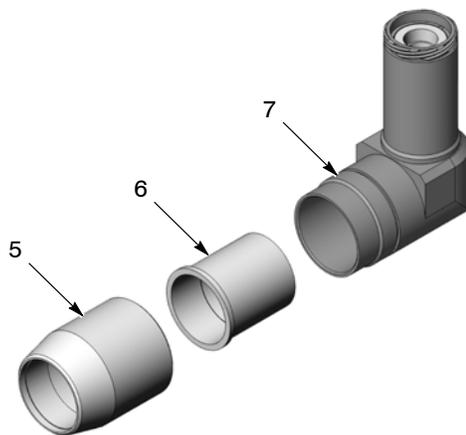

Рис. 4 Демонтаж гайки корпуса и крепежной гайки
3. См. рис. 4. Отвернуть гайку корпуса (5) с насадки (7). Вытянуть из насадки крепежную гайку (6).